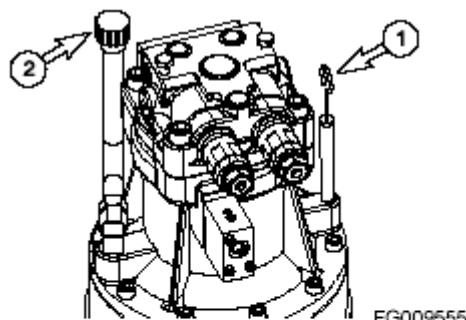

Рисунок 86
4. Снимите крышку сапуна/ заливной колпачок (2, Рисунок 86) и добавьте масло до отметки «Н» на щупе для измерения уровня масла (1).